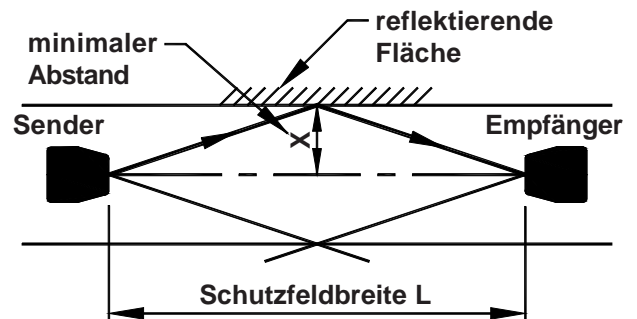

Bild 9
Zwischen der optischen Achse und einer reflektierenden Fläche ist ein Mindestabstand (X) unbedingt einzuhalten. Der Mindestabstand hängt von der Schutzfeldbreite ab (siehe Bild 9). Er wird wie folgt definiert:
Soweit irgend möglich sollten bei Einsatz von mehreren Systemen die jeweiligen Sender bzw. Empfänger in entgegengesetzter Richtung montiert werden (siehe Bild 9).